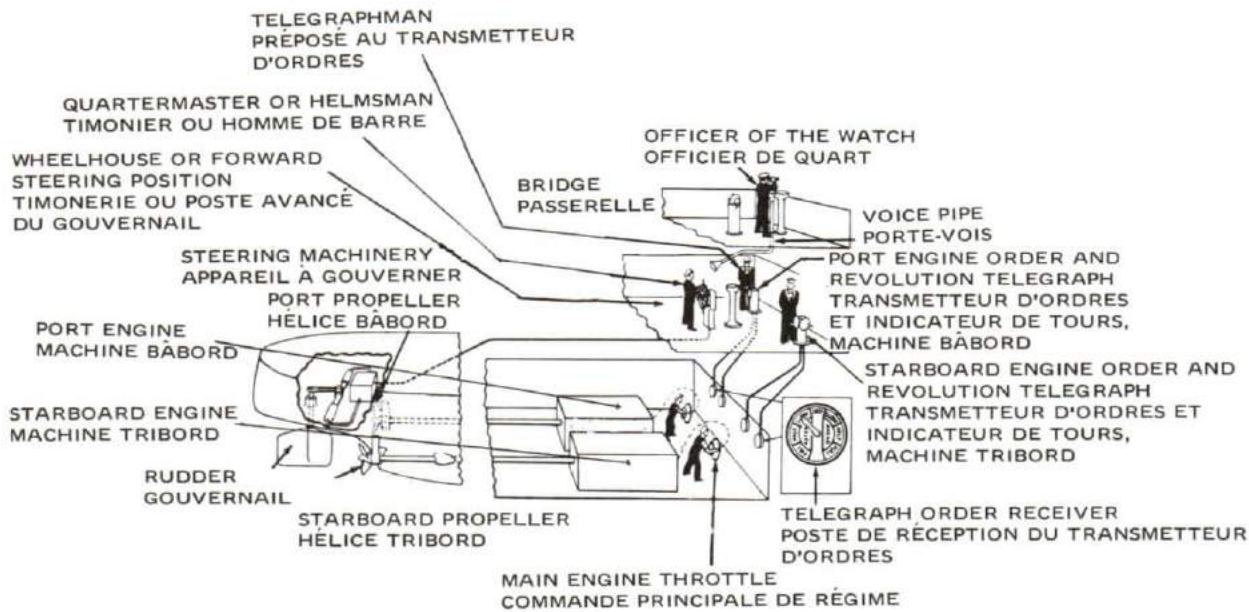

Figure 6-18
5. As you will see later in this publication, the OOW or the Captain is responsible for conning the ship, and he is therefore responsible for ordering movements of the rudder and screws. In the case of the rudder, the OOW on the bridge passes his order to the wheelhouse where the wheel is turned and the steering machinery thus controlled. In the case of the screws, the order is once again passed to the wheelhouse where engine order telegraphs are used to relay the order quickly to the engine room. In some modern ships engines are controlled directly from the bridge. See Figure 6-18.
5. Comme on le verra plus loin dans la présente publication, l'officier de quart, ou le commandant, est chargé de diriger la manoeuvre; c'est donc à lui qu'il incombe de donner les ordres de mouvement du gouvernail et des hélices. Dans le cas du gouvernail, l'officier de quart sur la passerelle donne ses ordres à la timonerie d'où l'on actionne le volant qui commande le moteur de barre, donc les mouvements du gouvernail. En ce qui concerne les hélices, l'ordre est également donné à la timonerie d'où il est relayé au compartiment machines rapidement au moyen d'un transmetteur d'ordres. À bord de certains navires très modernes, le régime des machines est commandé directement à partir de la passerelle (voir la figure 6-18).